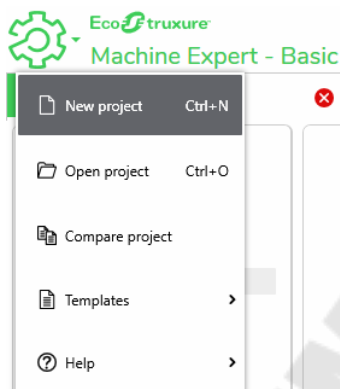

Рис. 2.9. Выбор пункта меню
- выбрать пункт меню *New project* (рис. 2.9);